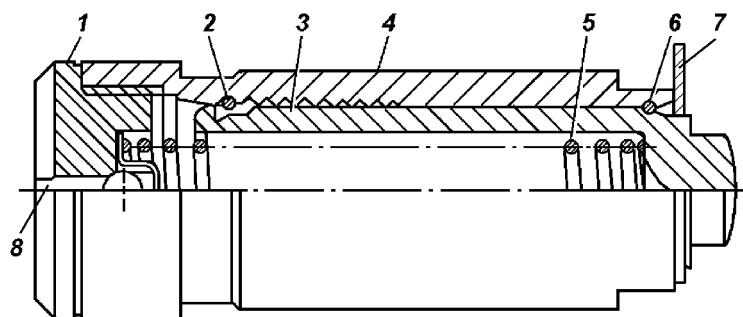

Рисунок 12 – Гидронатяжитель с транспортным стопором:
**Гидронатяжитель** (Рисунок 12) состоит из корпуса 4 и 10 плунжера 3, подобранных на заводе-изготовителе.